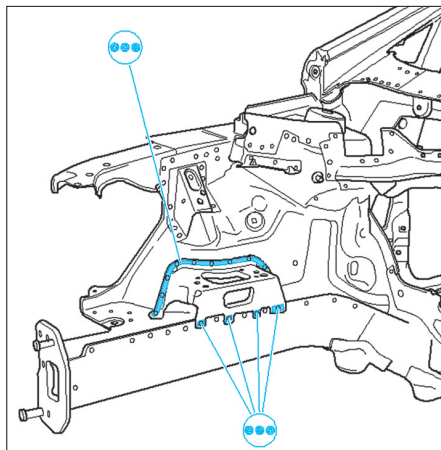

FIG. 5
- Souder par points bouchon l'insert de support moteur droit (Fig.5).